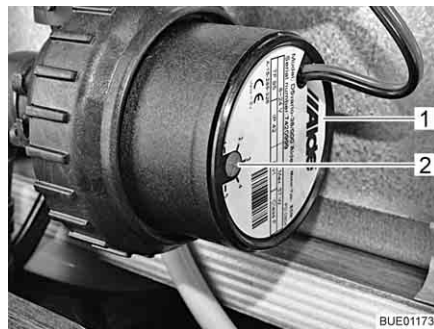

Fig. 200 Riduzione del numero di giri
Con il pomello girevole (Fig. 200,2) è possibile impostare il numero di giri della pompa di circolazione. A un numero di giri ridotto i rumori prodotti dal funzionamento della pompa si riducono.
Il pomello girevole si trova sulla pompa di circolazione (Fig. 200,1).
- Ruotare il pomello girevole (Fig. 200,2) in senso antiorario. La potenza diminuisce.